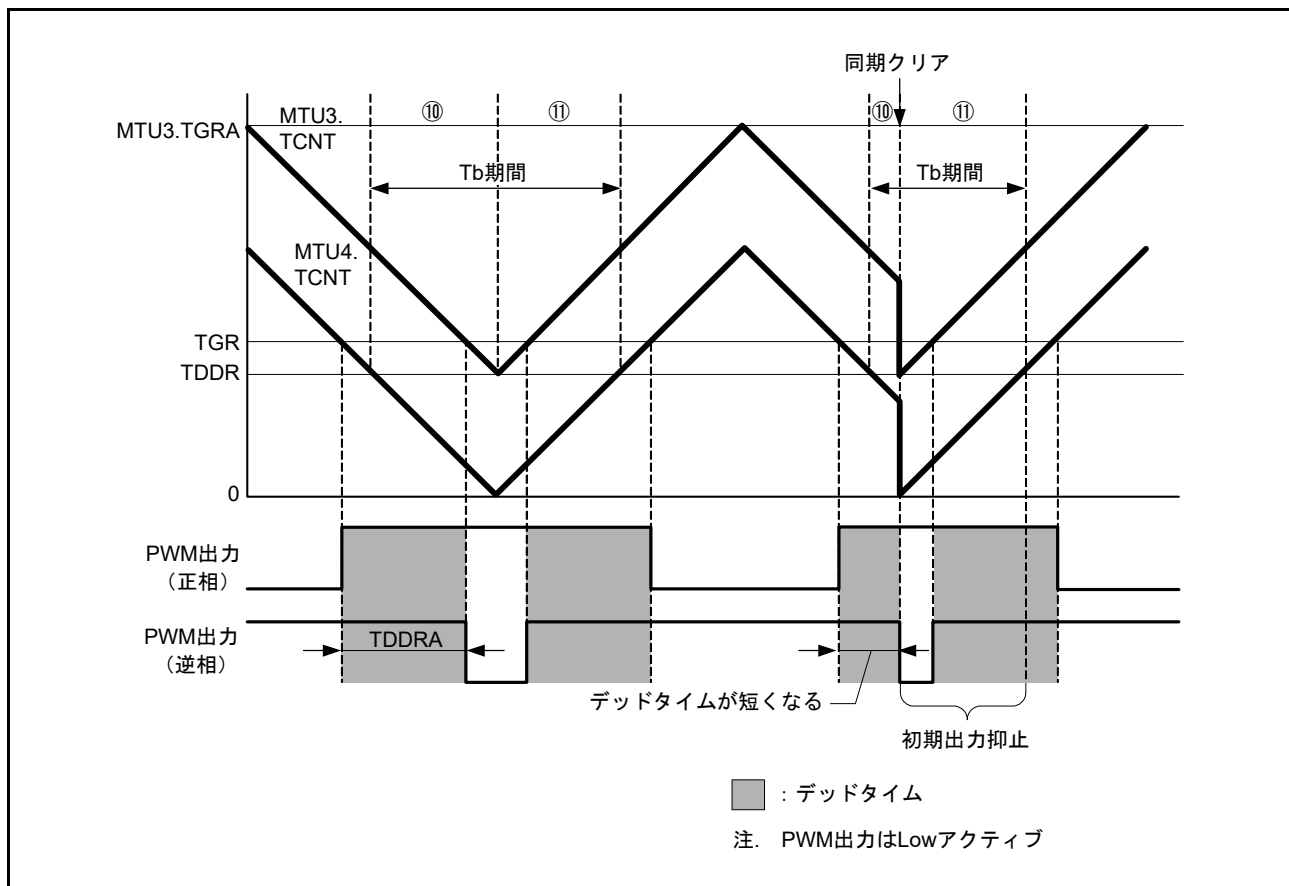

図 22.149 同期クリア例 (条件 1 の場合)
条件 1 初期出力の抑止期間⑩にて、PWM 出力がデッドタイム期間中に、同期クリアした場合 (図 22.149 参照)